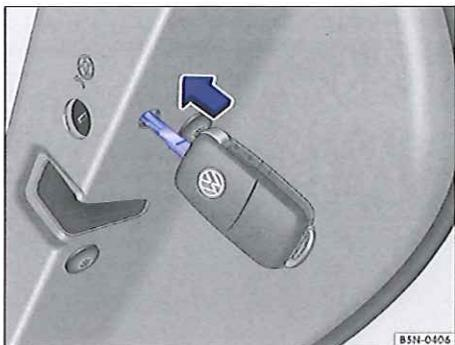

Fig. 212 Verrouillage d'urgence du véhicule à l'aide de la clé du véhicule.
- Insérez le panneton dans la fente verticale, en procédant dans le sens de la flèche, et tournez-le vers l'extérieur du véhicule ⇒ fig. 212.